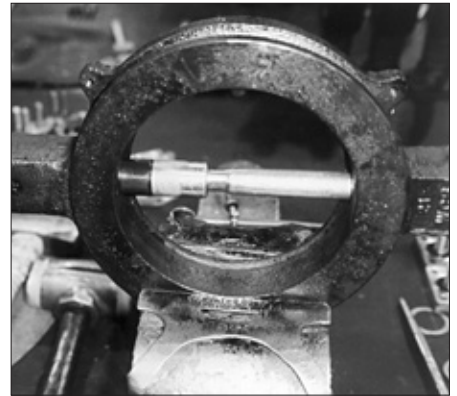

图5 - 阀杆衬套部分插入示意图
2. 要避免损坏阀杆衬套 (8), 用橡皮锤轻轻敲击衬套 (58), 将衬套轻轻压入阀体的阀杆孔内。
3. 一旦阀杆衬套 (8) 部分塞入阀体阀孔内后, 将安装 / 拆卸工具顶住上阀杆衬套。[参见图5]